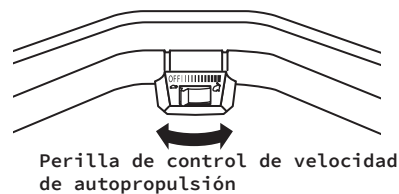

Fig. 9B
2. Para aumentar la velocidad, deslice el dial de control de velocidad de autopropulsión hacia la derecha, hacia la liebre. Para disminuir la velocidad, deslice el mismo dial hacia la izquierda, hacia la tortuga. (Fig. 9B)
NOTA: Cuando el dial de control de velocidad de autopropulsión se empuja hasta la posición de APAGADO, la función de autopropulsión se detendrá (Fig. 9B).